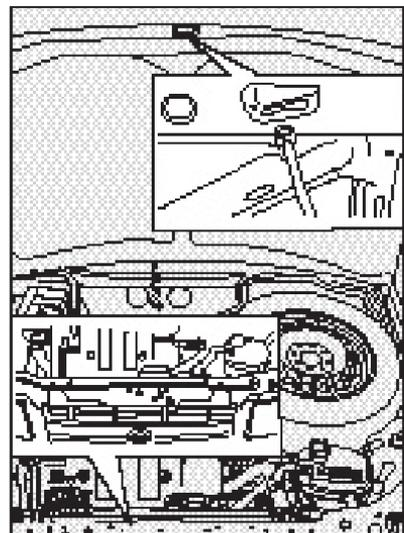

fig. 68
3) levantar o capô segurando-o pela parte central e, simultaneamente, soltar a vareta de suporte **fig. 68** do seu dispositivo de bloqueio;
4) introduzir a extremidade da vareta na abertura do capô do motor **fig.68**.
1) manter levantado o capô com uma mão e, com a outra, tirar a vareta **fig. 68** da abertura e repô-la no seu dispositivo de bloqueio;